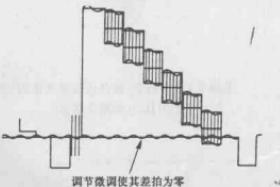

图 6
④将预调开关置于 V 位置处, 调节 FINE 键(触按或松放), 使输出图形形成零拍;
⑤将复位开关置于 NORMAL 处;
⑥调节 T 201, 使其输出波形无差拍出现为止, 如图 6 所示。